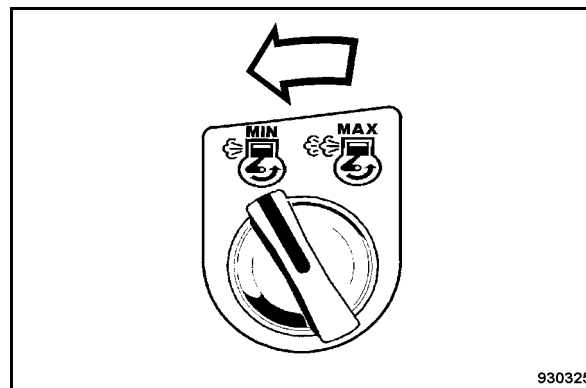

Fig. 62
- Tourner la touche rotative pour le régime du moteur vers la gauche sur position "MIN" (ralenti) (Fig. 62).